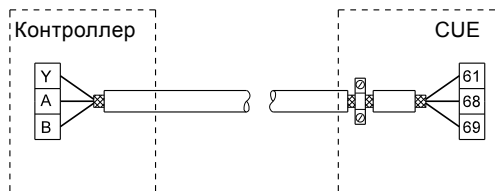

Рис. 28 Пример подключения 3-жильного кабеля с экраном, подсоединенным к устройству CUE (контроллер без хомута на кабеле).
- Подключайте экран кабеля к шине на обоих концах, и для двигателя, и для сигнальных кабелей. См. раздел 27. Если на контроллере отсутствует хомут, подключайте экран только к CUE. См. рис. 28.